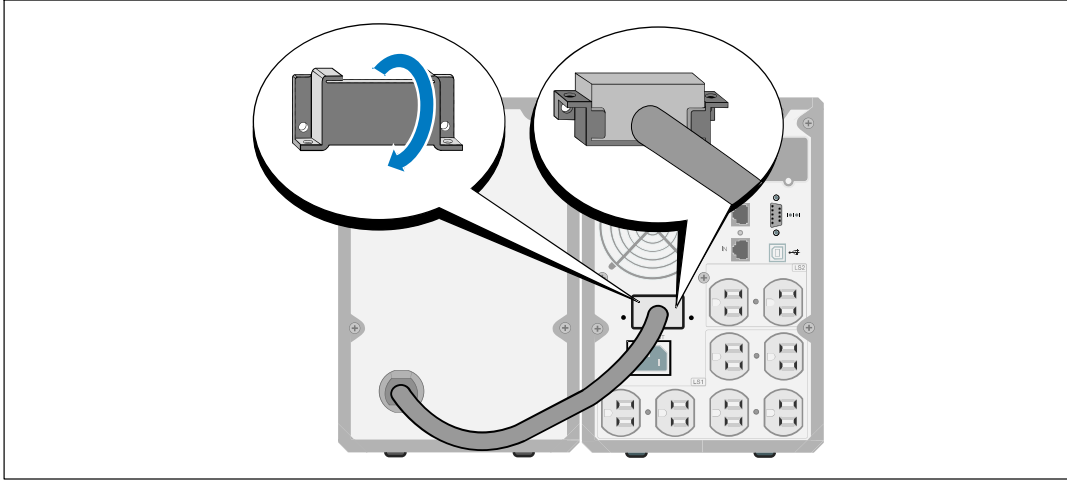

Figure 14. Installation du Couvercle du Connecteur de la Batterie
- 2 Installez le couvercle du connecteur des batteries sous le câble de l'EBM pour servir de serre-câble (voir Figure 14).